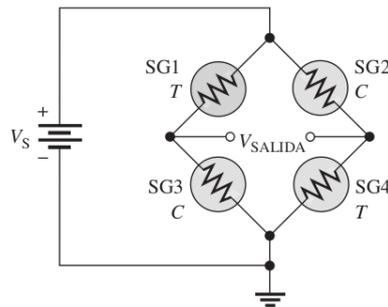

Figura 2: Circuito Wheatstone de una celda de carga
Ya hemos estudiado también que las galgas extensiométricas se montan en la celda de carga de manera que dos de ellas se alarguen (tensión) cuando se coloca una carga sobre la báscula y las otras dos se compriman. Y, casi siempre, estas celdas de carga se configuran como puente Wheatstone tal como indica la Figura 2; esto es, con las galgas a tensión (T) y a compresión (C) en brazos diagonales opuestos. De este modo siempre tendremos un V_{SALIDA} positivo, cuyo cálculo se realiza según la siguiente fórmula:
Calcula el valor de la tensión de salida (V_{SALIDA}) del puente mostrado en la Figura 2 considerando los siguientes datos: